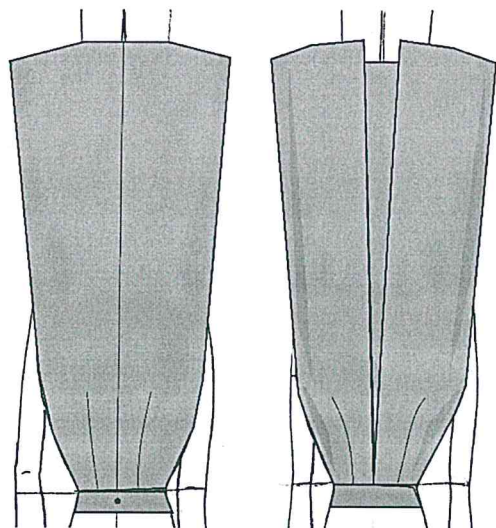

Рис. 1
8. Выберите верный вариант подшивки внесенных изменений в чертеж основы (рис. 2) для выполнения моделирования юбки, представленной на эскизе (рис. 1) (3 балла).